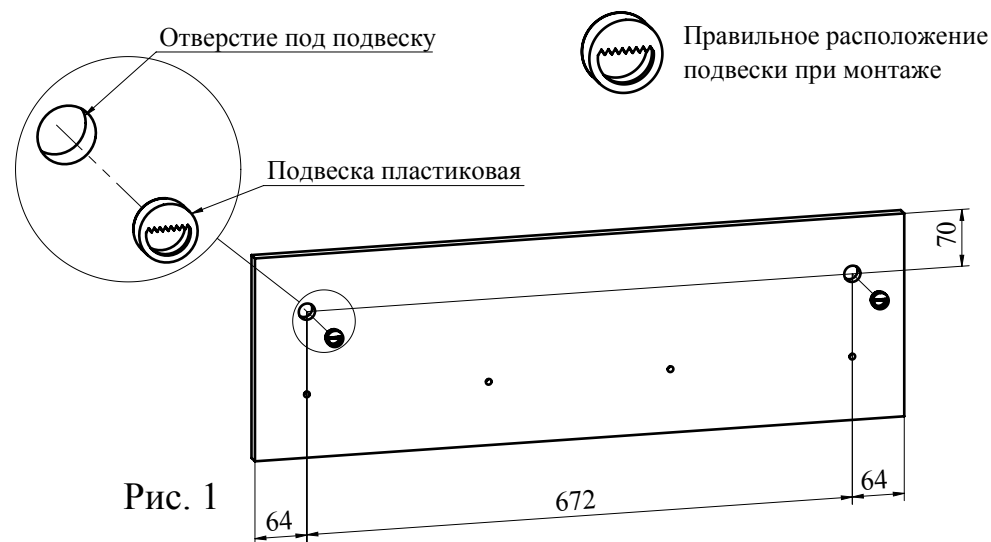

Рис. 1
1. С помощью карандаша и рулетки разметьте стену (Рис. 1). Просверлите два отверстия под дюбель. Вбейте два дюбеля и вкрутите крючки для навесов.
2. Установите подвески пластиковые (Рис. 1).
Важно: установите подвеску пластиковую таким образом, чтобы площадка с зубчатой опорой была строго вверху (Рис. 1). Такое расположение подвески обеспечит легкое выполнение монтажа полки на стене и ее регулировки.